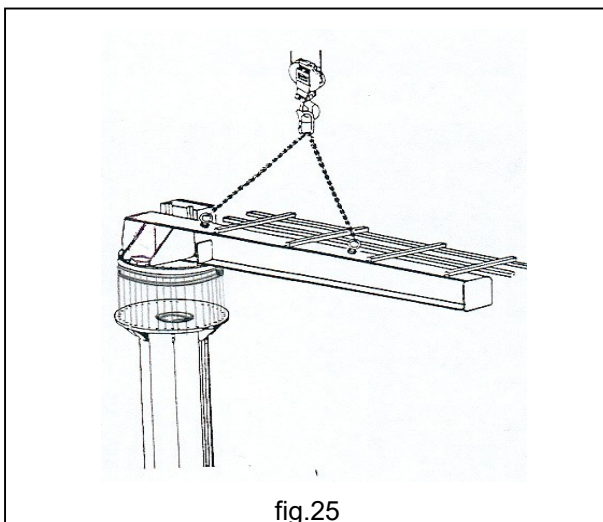

fig.25
5. Apoya la rangua en la brida de acoplamiento preparada en el extremo de la columna haciendo coincidir los agujeros entre brida y rangua. (fig.25)